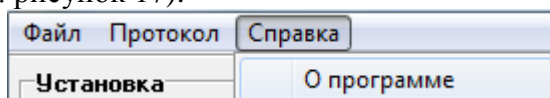

Рисунок 17
**7.11.4** Пункт «Справка» (см. рисунок 17):